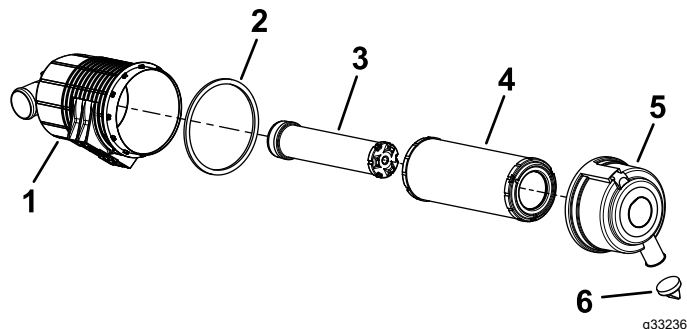

**Figure 35**
5. Faites l'entretien du filtre à air et de l'élément de sécurité quand indiqué (Figure 35).